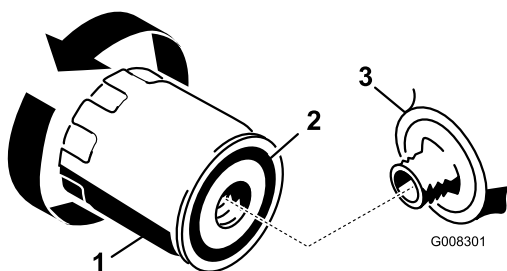

Figura 26
2. Togliete il filtro dell'olio usato e tergete la superficie della guarnizione dell'adattatore (Figura 26).
3. Spalmate un velo di olio nuovo sulla guarnizione di gomma del nuovo filtro dell'olio (Figura 26).
5. Serrate il filtro dell'olio di un altro mezzo o tre quarti di giro (Figura 26).